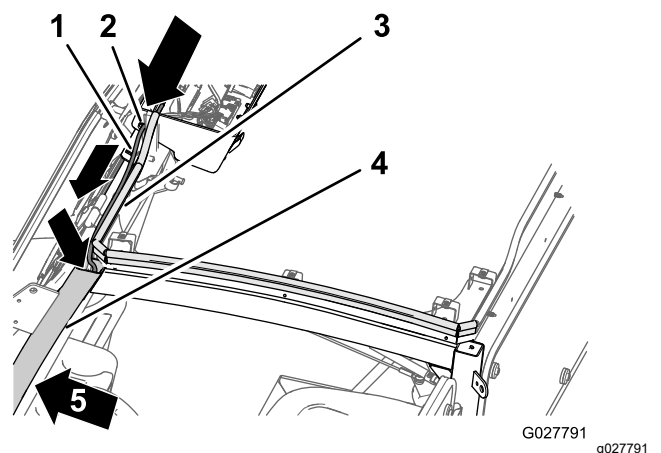
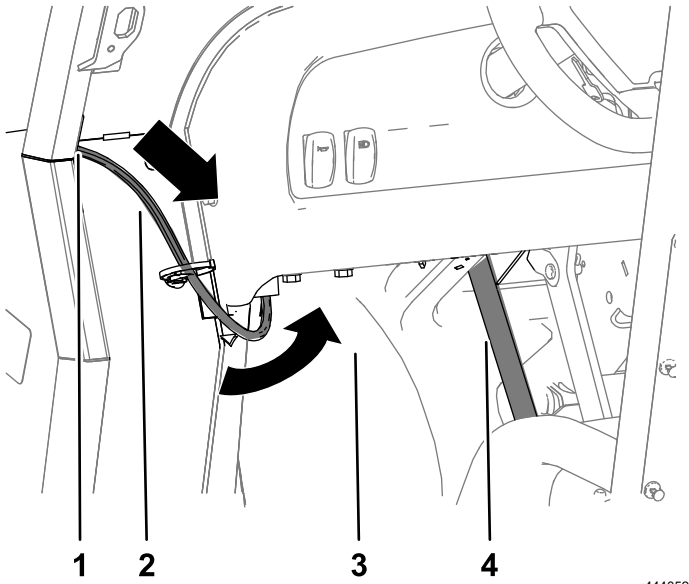
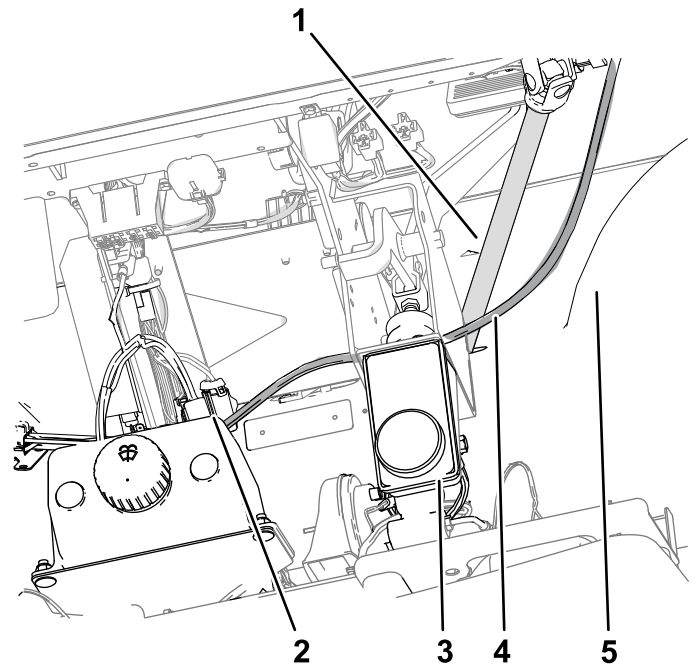

Bild 39
Bild 40
Bild 41
- Verlegen Sie den Schlauch an der linken Seite der Dachkonsole entlang der Glühbirnendichtung zur Vorderseite des Kabinenrahmens (Bild 39).
- Verlegen Sie das freie Ende des Schlauchs durch die Öffnung oben an der Stütze A an der Fahrerseite des Kabinenrahmens und nach unten zum Loch in der Unterseite der Stütze (Bild 39 und Bild 40).
- Führen Sie das freie Ende des Schlauchs nach vorne, zwischen Kotflügel und Lenksäule (Bild 40 und Bild 41).
- Verlegen Sie das freie Ende des Schlauches nach innen zum Behälter der Scheibenwaschanlagenflüssigkeit (Bild 41).